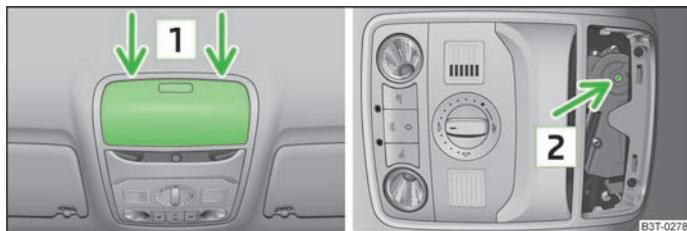

Fig. 28 Detalhe do tecto / ponto de partida da chave
Se o sistema estiver avariado, pode fechar e/ou abrir manualmente o tecto de correr/de abrir. O accionamento de emergência do tecto de correr encontra-se por baixo do compartimento para os óculos **1** » Fig. 28.
► Introduza cuidadosamente uma chave de fendas de 5 mm na ranhura, nos pontos marcados pelas setas **1** » Fig. 28.
► Insira uma chave Allen, tamanho 4, até ao batente na abertura **2** » Fig. 28 e feche ou abra o tecto de correr/de abrir.